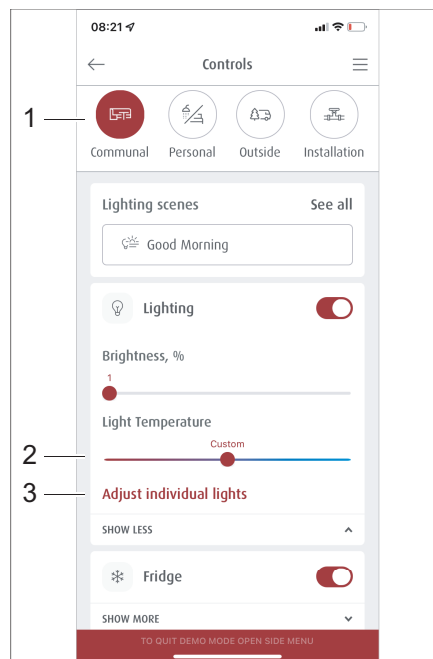
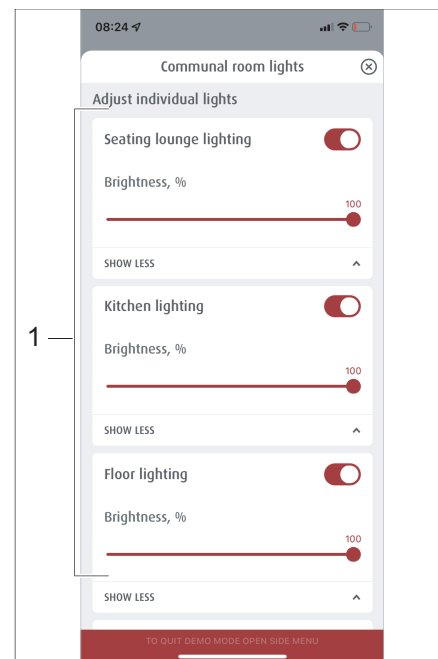

Bild 283 Val av färdiga scenarior
Bild 284 Administrera scenarior
- På menyn *Hantering* klickar du på knappen *Boende* (Bild 283,1) tippem.
- På menyn *Boende* klickar du på knappen *Ställa in individuell belysning* (Bild 283,3) tippem.
Menyn *Ställa in individuell belysning* (Bild 284) visas.
- På belysningsvalet (Bild 284,1) väljer du önskad belysning och ställer in ljstemperaturen med skjutreglaget (Bild 283,2).